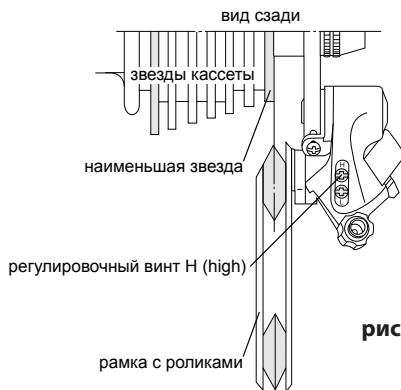

рис. 20
4. с помощью ограничительного винта H (high) отрегулируйте крайнее внешнее положение заднего переключателя таким образом, чтобы верхний ролик заднего переключателя находился точно под наименьшей звездой (рис. 20)